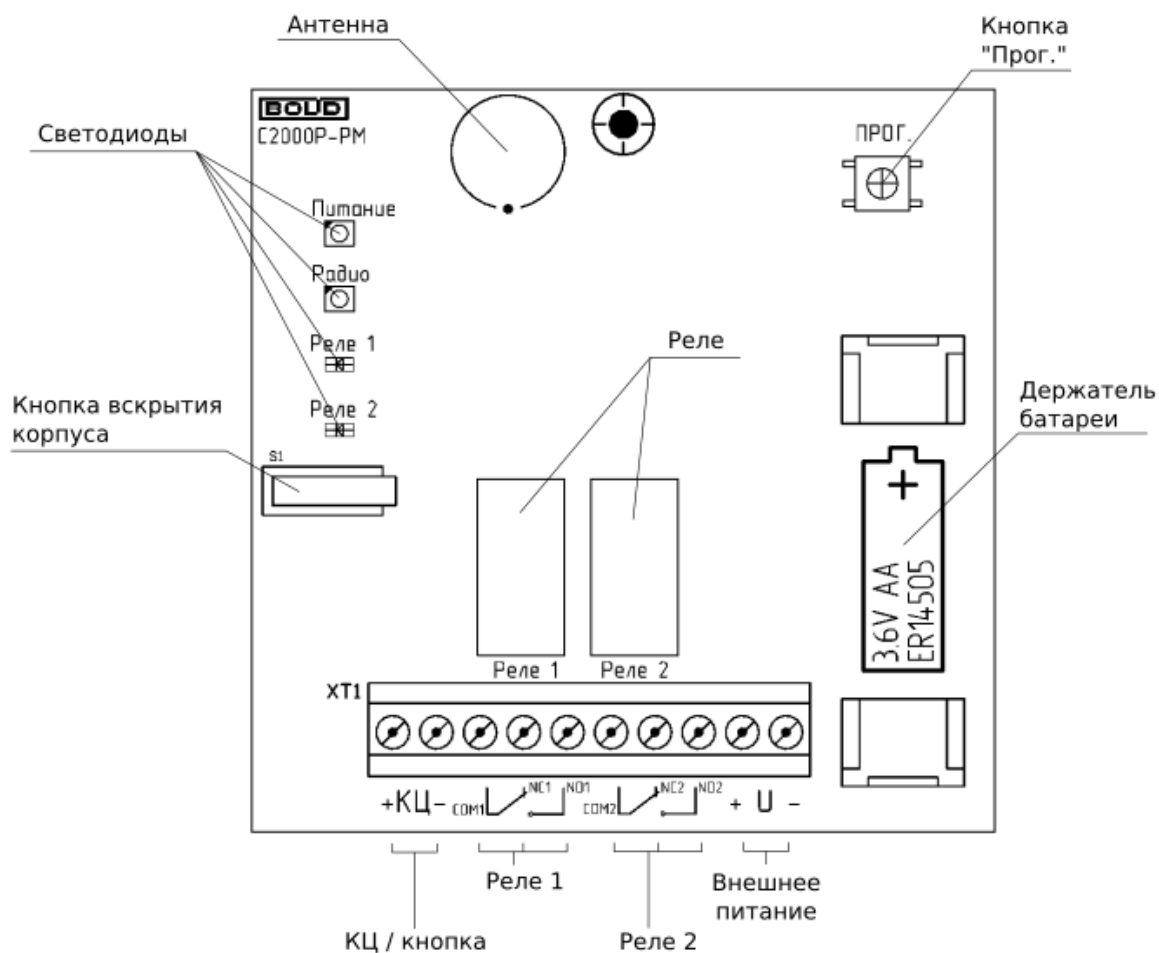

Рисунок 2.2 Расположение элементов на плате
- Зажать кнопку «Прог.» на плате модуля (см. Рисунок 2.2) на время более 3 секунд.